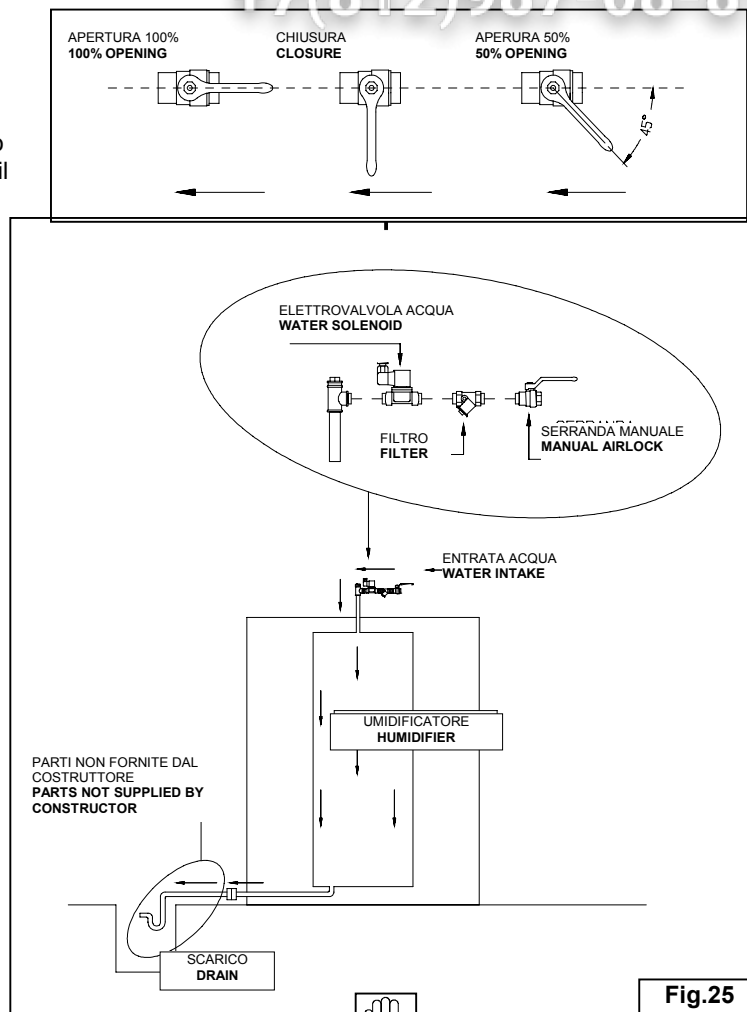

Fig.25
-Controllare il circuito acqua (Fig.25) con umidificatore freddo. Regolare l'apertura della serranda manuale al 50% come da Fig.26.
- Check the water circuit (Fig 25) with the humidifier cold. Adjust the opening on the manual airlock at 50% as shown in Fig. 26.